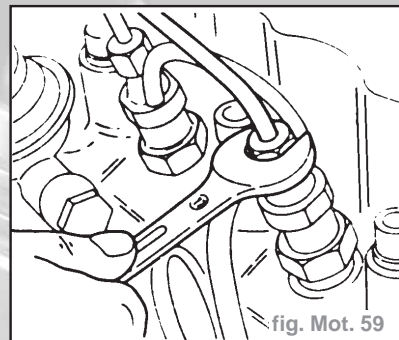

fig. Mot. 59
- Desserrer env. d'un demi-tour l'écrou-raccord de la conduite d'injection du gicleur d'injection (fig. Mot. 59).